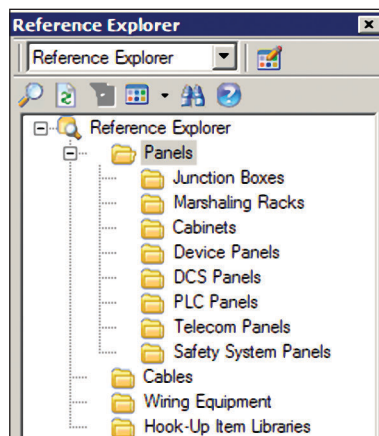

Рис. 2. Структура папок Reference Explorer
- неотъемлемую часть данных, хранящихся на сервере СУБД. Это структурированный в таблицах СУБД набор данных. Такие данные создаются непосредственно в программном обеспечении SmartPlant Instrumentation в разделе Reference Explorer (рис. 2). Там заполняются схемы подключения технических средств автоматизации, вносятся данные о соединительных коробках и клеммниках, о модулях ввода/вывода контроллеров, о кабелях, о монтажно-установочных изделиях и др.;